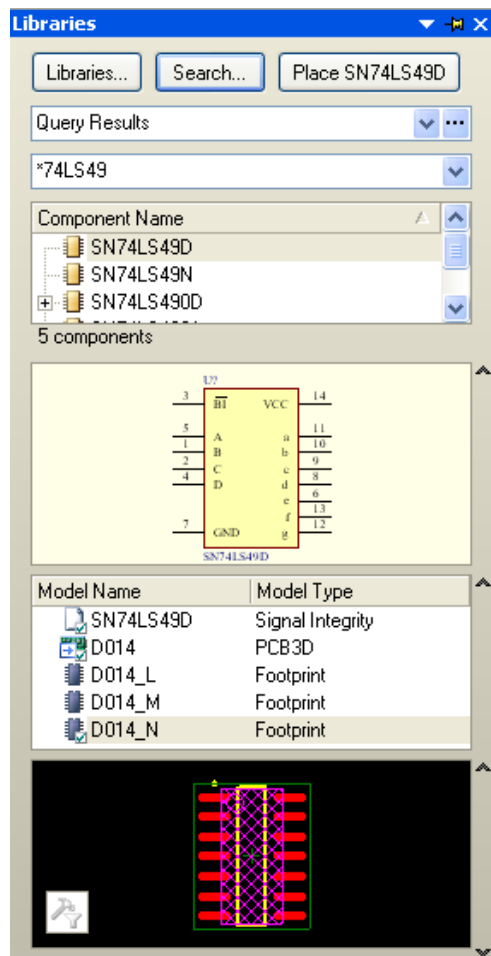

图7-5 搜索结果
(5) 单击Search按钮开始查找。搜索启动后，搜索结果如图7-5所示